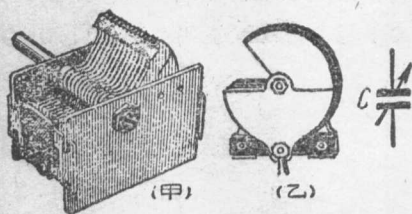

图 11 可变电容器
4. 电容器 电容器是和上面介绍的线圈相配合，来选择电台的。矿石收音机里常用的电容器有：可变电容器、固定电容器两种。可变电容器见图11，它是由铝片等做成，共分两组。一组装在一个轴上，可以转动，叫动片，另一组是不动的，叫静片或定片。动片可以全部旋到静片的每个空隙里，也可以旋出来。电容器大小的单位多用微法或微微法表示。一个微法等于 10^6 微微法。矿石收音机中常用的可变电容器多为 0—360 或 0—470 微微法的。